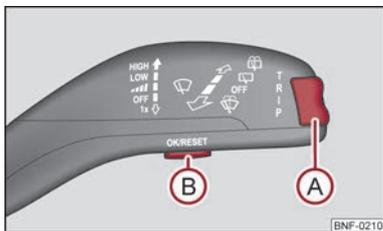

Fig. 6 Display multifunzione: Comandi
La commutazione delle memorie si effettua con il tasto **(B)** ⇒ **fig. 6** sulla leva del tergicristallo.
Il tasto a bilico **(A)** ed il tasto **(B)** sono disposti sulla leva del tergicristallo ⇒ **fig. 6**.
- Premere la parte superiore o inferiore del tasto a bilico **(A)** ⇒ **fig. 6** per passare alla visualizzazione dell'ora.
Sul display compare il tempo trascorso al volante dall'ultima cancellazione della memoria → pagina 10, Memoria. Per calcolare il tempo al volante a partire da un preciso momento, cancellare la memoria con il tasto  nel momento in cui si desidera iniziare il cronometraggio → fig. 6.
Per misurare il consumo medio di carburante su un determinato arco di tempo, cancellare la memoria all'inizio della nuova misurazione con il tasto  ⇒ fig. 6 sulla leva del tergicristallo. Dopo aver cancellato la memoria, per i primi 100 metri sul display compaiono dei trattini.
Sul display compare la distanza percorsa dall'ultima cancellazione della memoria → pagina 10. Per calcolare la distanza percorsa a partire da un preciso momento, cancellare la memoria con il tasto  ⇒ fig. 6 sulla leva del tergicristallo nel momento in cui si desidera iniziare il cronometraggio.
Sul display è indicata la velocità media in km/h dall'ultima cancellazione della memoria ⇒ pagina 10. Per misurare la velocità media su un determinato arco di tempo, cancellare la memoria all'inizio della nuova misurazione con il tasto **(B)** ⇒ fig. 6 sulla leva del tergicristallo.
- Con il tasto **(A)** sulla leva del tergicristallo ⇒ fig. 6 selezionate la voce del menu **Avviso in caso di superamento della velocità**.